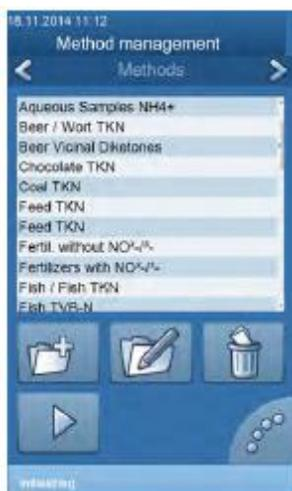
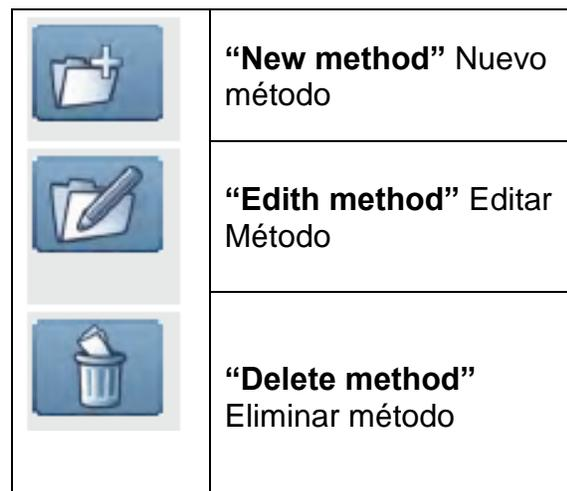

Figura 1
Figura 2
5.2.2.1 En el menú principal de gestión de método, se puede elegir el programa del método de biblioteca preinstalada (Figura 1), posicionándose sobre el método y presionando el botón de Play, o también definir su propio programa de método. Vaya al menú principal 'Method', se abrirá la ventana de diálogo, como se observa en la figura 2. Ahora puede definir un nuevo método o eliminar, editar y ver los métodos existentes.